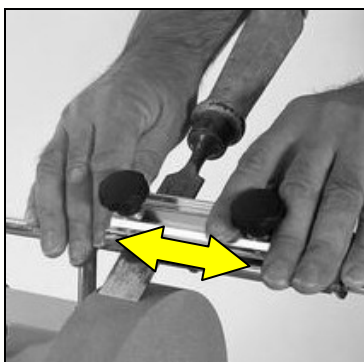

Fig 9
- Mettez en route la machine (cf. §7.2), amenez lentement l'outil en contact avec la meule, puis effectuez des mouvements réguliers de gauche à droite pour réaliser l'affûtage (Fig 9).